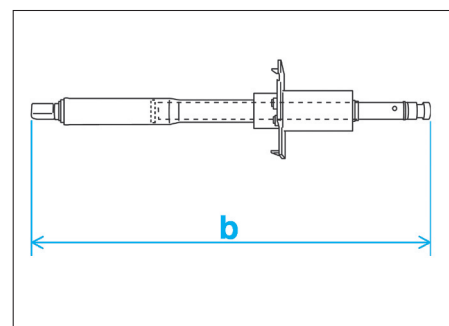

FIG. 14
- Vérifier la longueur de l'arbre de direction (b = 363 mm) (Fig.14), qu'il tourne librement, qu'il ne présente pas de détérioration anormale.